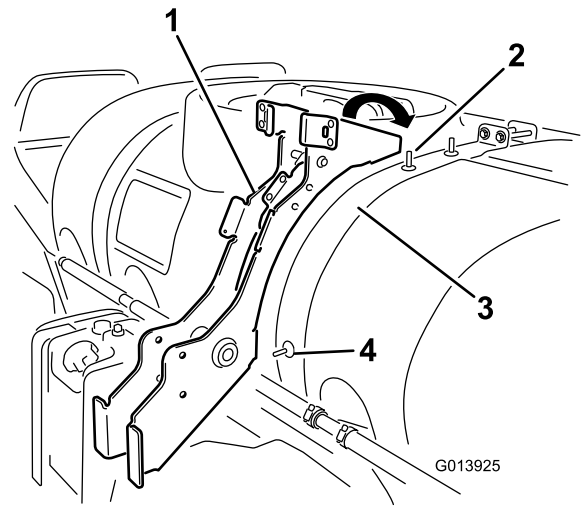

Figura 6
3. Instale a estrutura sobre a correia do depósito alinhando o furo inferior na estrutura com o parafuso exposto no lado da correia do depósito e o furo superior com o parafuso superior na correia do depósito como se mostra em Figura 6.